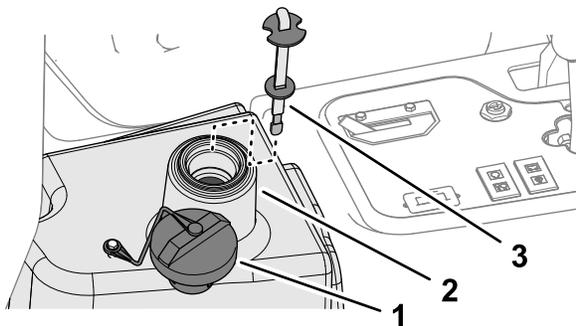

Рисунок 84
2. Очистите зону вокруг заливной горловины и крышки гидравлического бака (Рисунок 84) и снимите крышку.